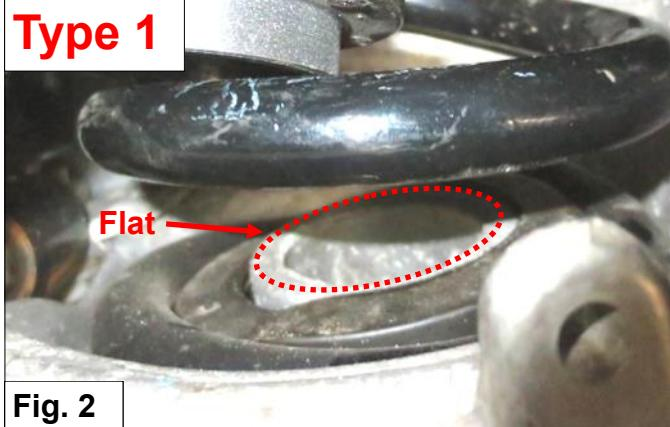

Fig. 2
1. Demonteer de schokdemperbouten. **Let op dat de remleidingen en de kabels van de ABS niet onder spanning komen te staan!** Zie Fig. 2.
1. Dismount the shockabsorber bolts. **Take care: that the brakehoses and the cable of the ABS- sensor don't get under tension!** See Fig. 2.
1. Demontieren Sie die Stoßdämpferbolzen. Achten Sie darauf dass die Bremslächen und Die A.B.S. Kabels nicht unter Spannung kommen. Siehe Fig. 2.
1. Démontez l'écrou inférieur de l'amortisseur. Veillez à ce que les tuyaux de frein et les câbles du système ABS ne soient pas tendus. Voir Fig. 2.
1. Constateer welk type draagarm er onder de auto ge monteerd zit, **type 1** (vlak gat) of **type 2** (niet vlak gat). Zie Fig. 2 & 5.
1. Determine which type of support arm is mounted under the car, **type 1** (flat hole) or **type 2** (not flat hole). See Fig. 2 & 5.
1. Bestimmen Sie, welche Art von Tragarm unter dem Fahrzeug montiert ist, **Typ 1** (eben Loch) oder **Typ 2** (uneben Loch). Siehe Fig. 2 & 5.
1. Déterminez quel type de bras de support est monté sous la voiture, **type 1** (trou plat) ou **type 2** (trou non plat). Voir Fig. 2 & 5.